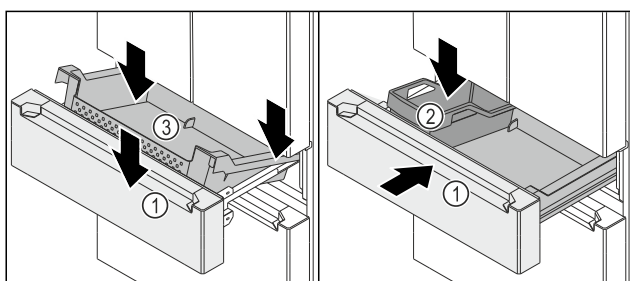

Fig. 150
- ☐ Auszugswagen Fig. 150 (1) ist herausgezogen.
- Behälter Fig. 150 (3) hinten auf den Schienen rechts und links aufsetzen.
- Behälter Fig. 150 (3) vorne absenken, sodass Behälter Fig. 150 (3) die Schienen rechts und links umschließt.
- FlexBox Fig. 150 (2) einsetzen.
- Auszugswagen Fig. 150 (1) einschieben.